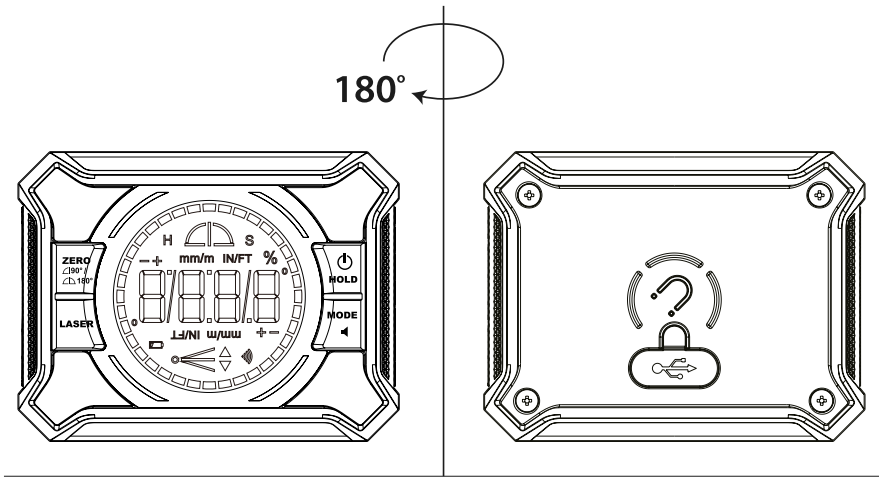

Рис. 3
- Нажмите и удерживайте кнопку (1), чтобы выключить прибор. Поместите прибор на ровную поверхность. Нажмите и удерживайте кнопку (4) в течение 2 секунд, затем нажмите кнопку (1), пока на дисплее не появится надпись **CAL1**.
- Отпустите обе кнопки. Не перемещая прибор, нажмите кнопку (4). Надпись **CAL1** начнет мигать, а затем превратится в **CAL2**.
- Поверните прибор на 180° , а затем нажмите кнопку (4). Надпись **CAL2** начнет мигать. Когда надпись **CAL2** исчезнет с экрана, горизонтальная калибровка будет завершена (рис. 3).